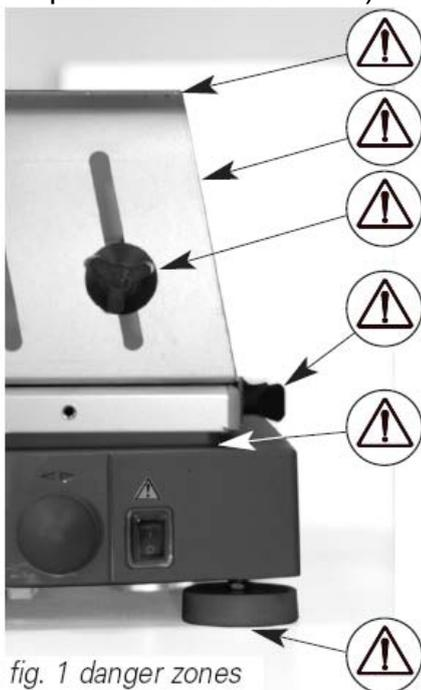

Рис. 1 Опасные зоны
- Не прикасайтесь к подвижным частям во избежание поломок, удара или пореза (см. рис. 1 Опасные зоны).